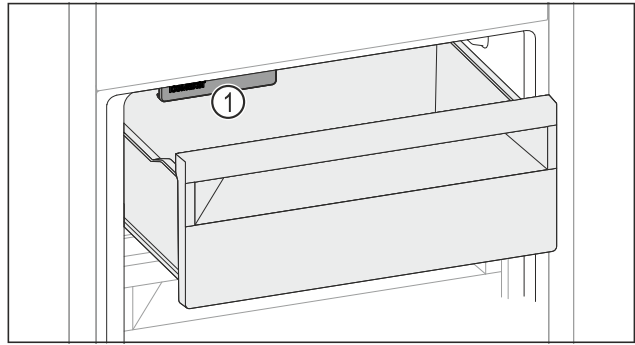

Fig. 142
- ▶ Слідкувати за функцією IceMaker Fig. 142 (1).